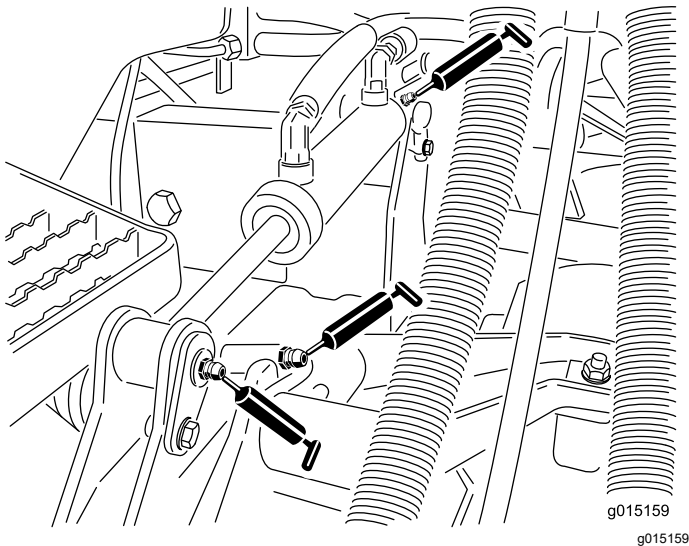

Bild 46
- Hubarmbüchsen (1 pro Schneideinheit) (Bild 46)
- Hubzylinderbüchsen (2 pro Schneideinheit) (Bild 46)